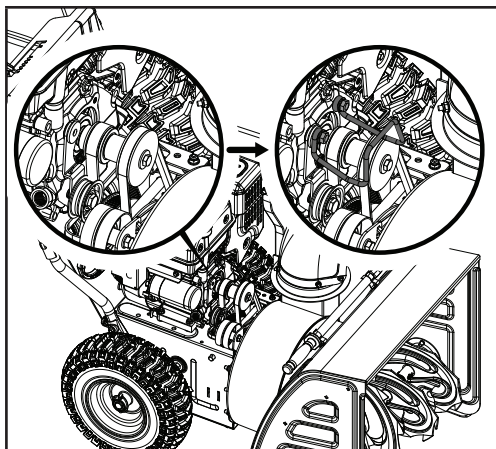

Figure 47
9. Remplacez le protège-courroie et installez les boulons (20 mm / 30 mm) qui avaient été enlevés précédemment. Une fois le protège-courroie réinstallé, assurez-vous que la distance est la même des deux côtés entre la poulie et le protège-courroie (figure 47).